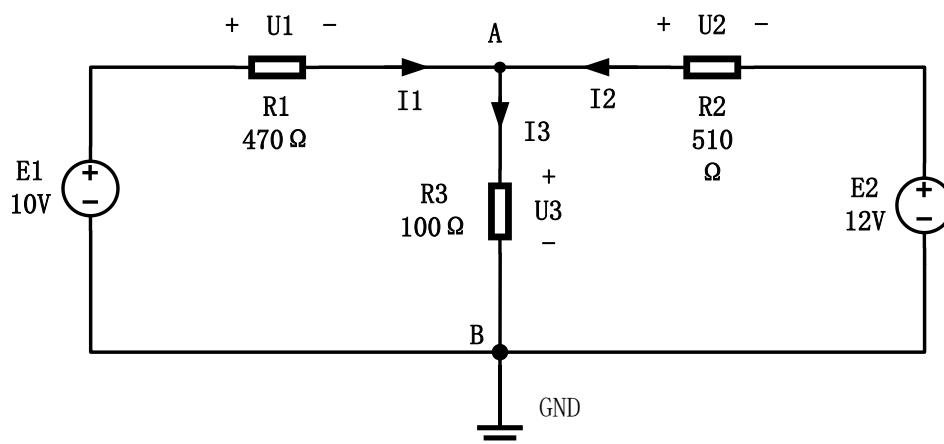

图 1 实验电路
- (4) 确定实验电路及参数（自行设计，亦可直接用图 1），并参照表 1 进行相关理论计算。
- (5) 查找资料，了解二极管特性。
- (6) 根据测试要求补充测量表格。
- (7) 下载安装 Multisim 软件，学习软件的使用方法，了解元件库、虚拟仪器、建立电路及文件的相关操作。以图 1 为例学习实验电路建立以及测量方法。